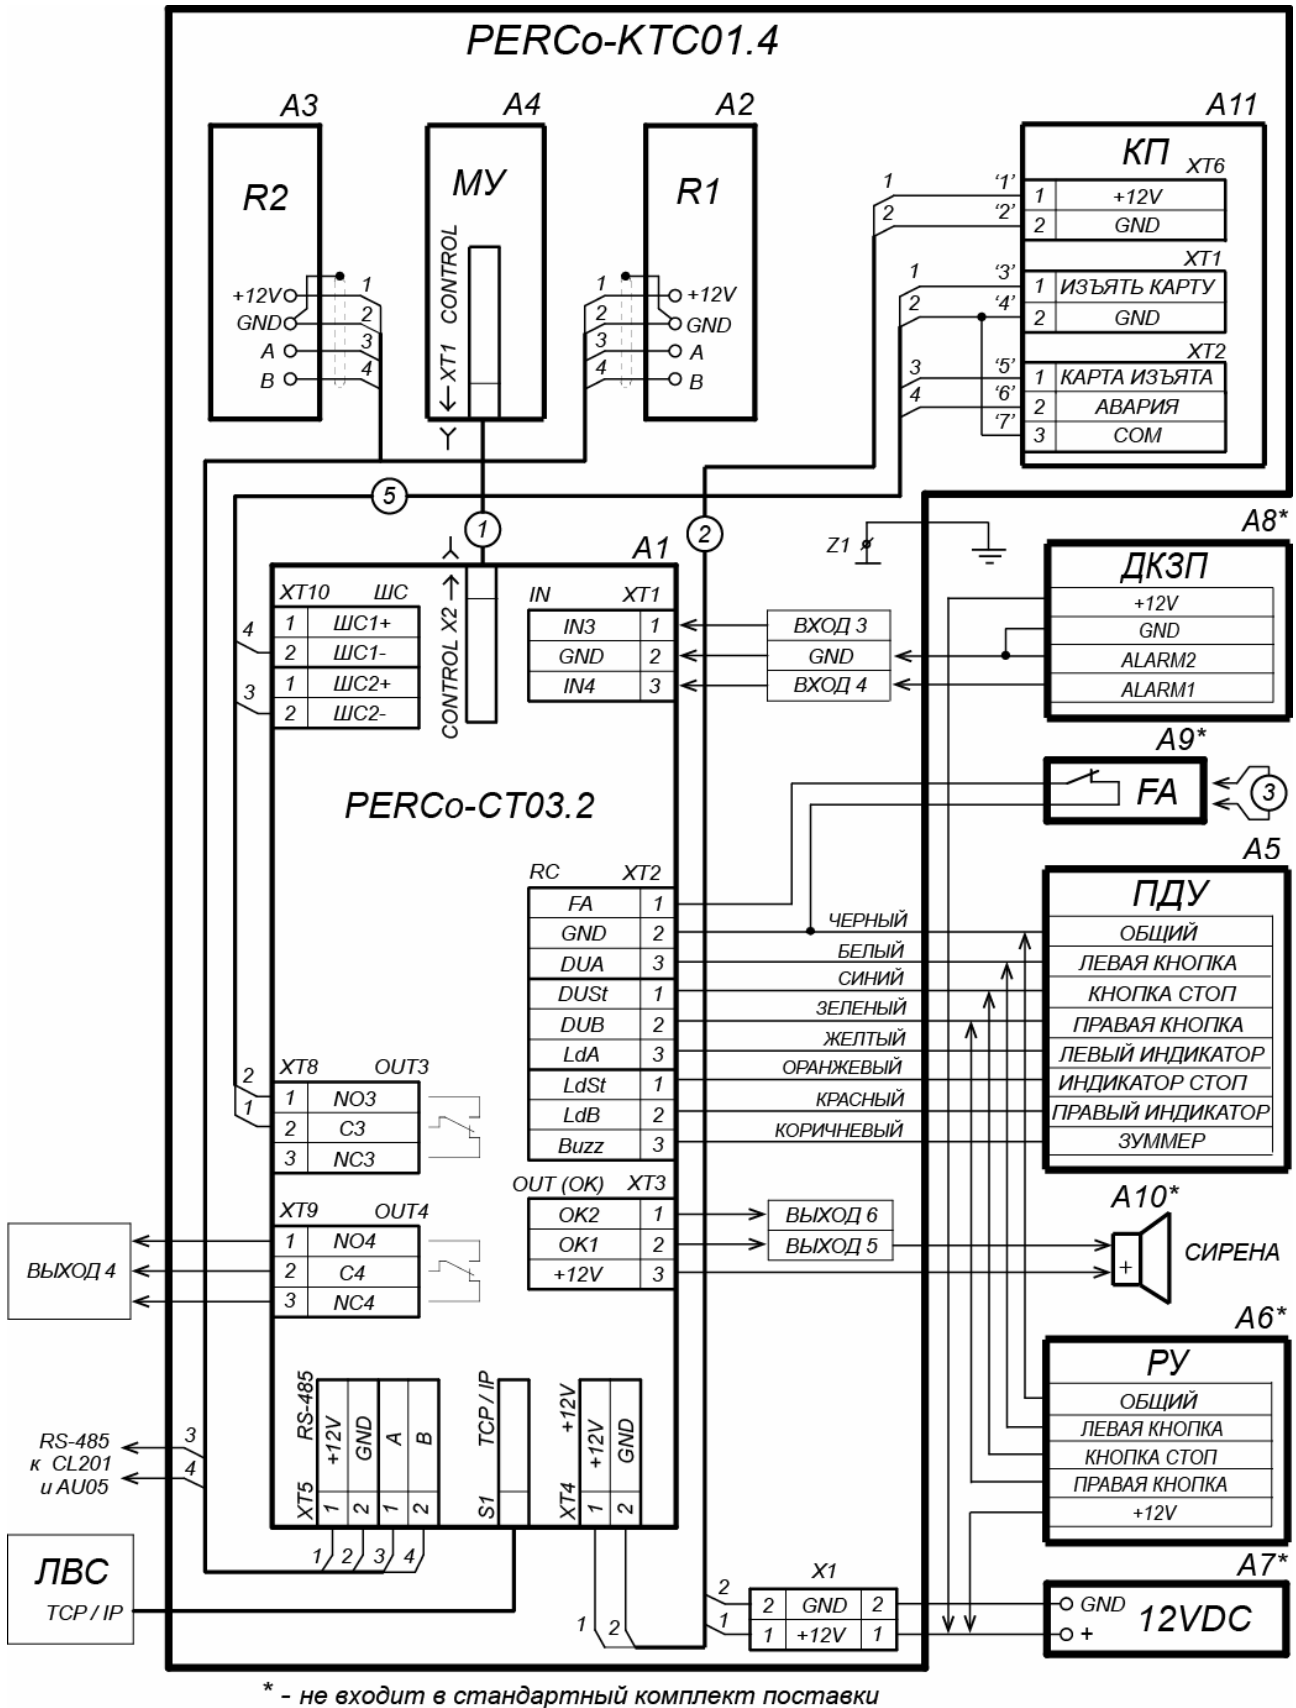

Рисунок 13. Схема подключения ЭП и дополнительного оборудования
Расположение клеммных колодок на нижней плате контроллера ЭП показано на рис. 5, назначение контактов клеммных колодок указано в табл. 1. Схема подключения приведена на рис. 13. Используемые при подключении типы кабелей указаны в табл. 4. При монтаже ЭП придерживайтесь следующей последовательности действий:
- позиционные обозначения А1-А4 и Z1 – указаны на рис. 13
11. Подключите кабель питания (15) к выносной клеммной колодке **X1** на плате контроллера ЭП согласно схеме, приведенной на рис. 13.
12. Подключите кабель (13) ПДУ (12) к клеммной колодке **XT2** на плате контроллера ЭП согласно схеме, приведенной на рис. 13.
13. Подключите при необходимости кабели от других устройств к соответствующим клеммным колодкам платы контроллера ЭП согласно схеме (см. рис. 13).
10. Подсоедините кабель картоприемника к плате управления картоприемника согласно схеме на рис. 13 и рис. 6.
11. На разъеме **ХТ2** контроллера ЭП отключите от клеммы *DUA* провод от картоприемника с маркировкой «5» (выход картоприемника «Карта изъята») и подключите его к клемме *DUB* (см. рис. 13).
12. Установите и закрепите торцевые крышки (9) в порядке, обратном снятию.
13. Установите в рабочее положение контейнер картоприемника со стороны механизма картоприемника, а заглушку (10) – с противоположной стороны.
14. Установите крышку (3) в рабочее положение (см. разд. 6).